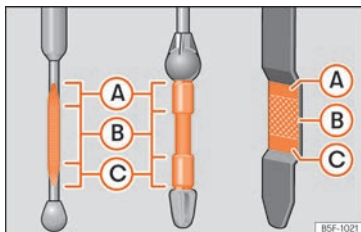

Fig. 317 Varilla de medición del nivel de aceite.
- A continuación, vuelva a extraerla y compruebe el nivel de aceite » **fig. 317**. En caso necesario, reponga aceite del motor.
- Cuando el nivel de aceite alcance como mínimo la zona »» **fig. 317 (B)**, enrosque el tapón de la boca de llenado con cuidado »» **ⓘ**.
Si el nivel de aceite se encuentra por encima de la zona »» **fig. 317 (A)**, no arranque el motor. Puede causar daños en el motor y en el catalizador. Informe a un taller especializado.
El nivel de aceite no deberá estar en ningún caso por encima de la zona »» **fig. 317 (A)**. De no ser así, podría aspirarse aceite por el respiradero del cárter del cigüeñal y llegar a la atmósfera a través del sistema de escape.